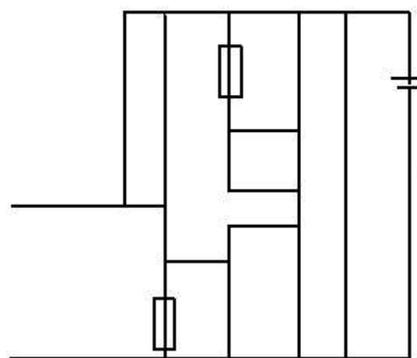
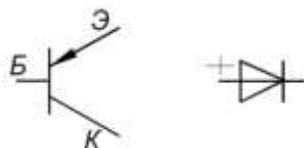

Рис. 89
Рис. 90
**Блок** из панели **Рисование** или из ниспадающего меню **Вставка**, ответив на запросы (рис. 89):
При вставке элементов (рис. 89) необходимо учитывать расположение Б – базы, Э – эмиттера, К – коллектора, а также направление тока (рис. 90).